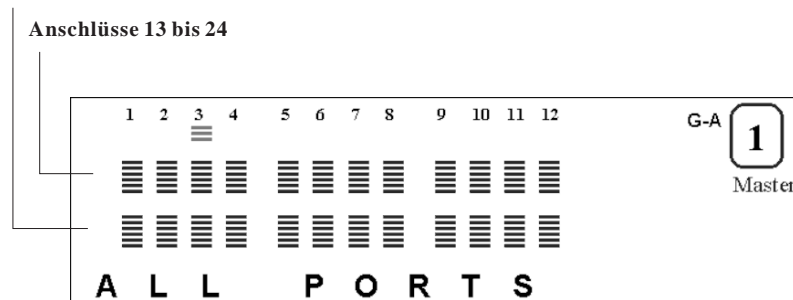

Abbildung 35. Alle Anschlüsse
3. Drücken Sie die Taste **ENTER**, um den Status aller Anschlüsse anzuzeigen. Unter den Nummern der Anschlüsse, die wie im Nachrichtbereich angegeben konfiguriert sind, wird ein Balkendiagramm angezeigt. Abb. 35 zeigt die Anschlüsse, die als 10-Mbps-Anschlüsse an Hub 3 konfiguriert sind.